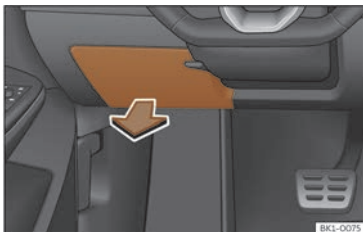

Fig. 195 Sous le combiné d'instruments côté conducteur : couvercle de la boîte à fusibles.
- Saisissez le couvercle par la partie arrière et retirez-la dans le sens de la flèche >>> **fig. 195**.